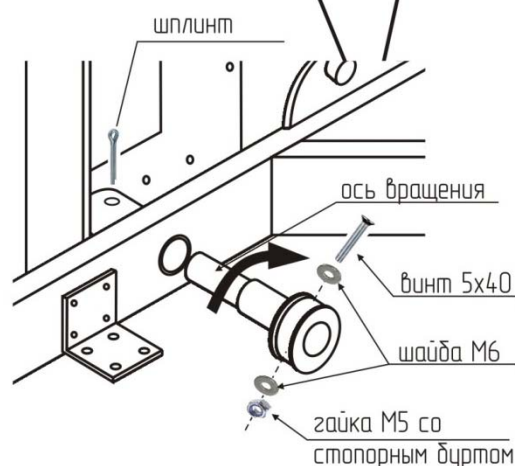

рис. 7
10. Вставить втулку в отверстия с наружной стороны ортопедического основания кровати. С внутренней стороны ортопедического основания вставить ось вращения так, чтобы отверстия на втулке механизма вращения и на оси вращения совпали, как показано на рисунке (рис.7). Зашплинтовать ролик с осью вращения винтом M5x40 с двух сторон шайбы M6, накрутить гайку M5 со стопорным буртом.